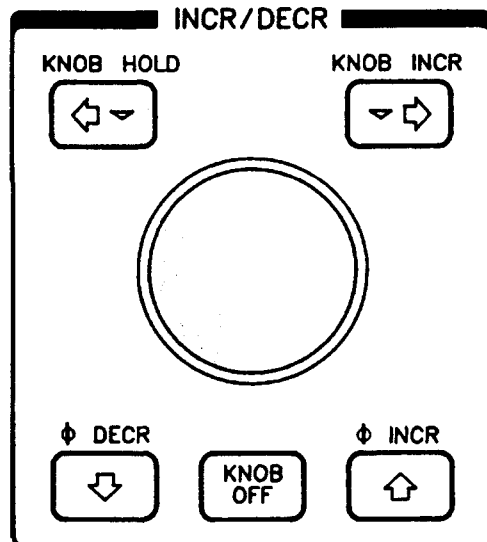

図 3-5. スタート, ストップ, 中心周波数, および周波数スパンを変更するノブ
- ・ 図3-5 のノブを時計方向または反時計方向へ回して表示周波数を増減させる方法。